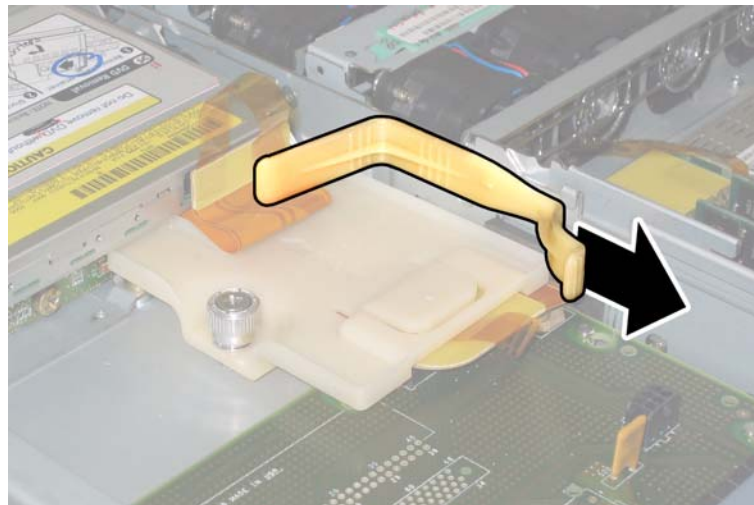

ABBILDUNG 3-35 Entfernen des oberen Kabelhalters
9. Entfernen Sie den oberen Kabelhalter aus dem Gehäuse. Drücken Sie den Kabelhalter zur Rückseite des Gehäuses, damit er aus den drei versetzten Öffnungen in der Gehäusezwischenwand freikommt. Siehe ABBILDUNG 3-35.